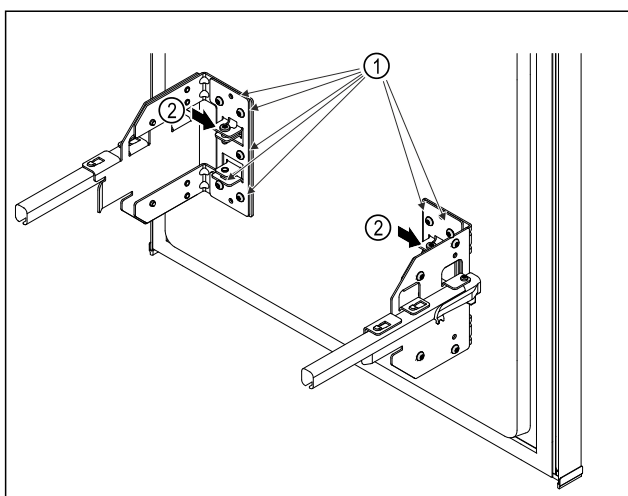

Fig. 10
- ▶ Šrouby Fig. 10 (1) lehce uvolněte.
- ▶ Otáčením šroubů Fig. 10 (2) posuňte vysouvací vozík nahoru nebo dolů.
- ▶ Utáhněte šrouby Fig. 10 (1) až na doraz.